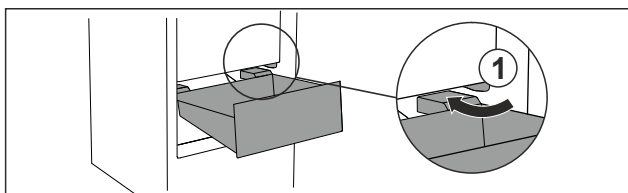

Fig. 137
- Zásuvku ved'te šikmo podél zářezek Fig. 137 (1).